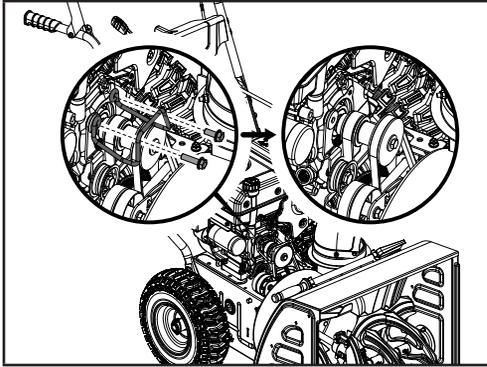

Figure 25
- Retirez les 2 boulons (20 mm / 30 mm) qui retiennent le protège-courroie (figure 25). Il est à noter que le ressort n'est pas tendu à ce stade-ci.